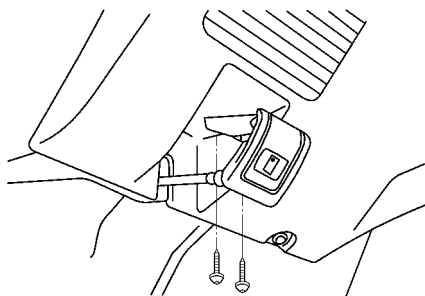

图 17-109 拆下两个螺钉和燃油箱盖开启器
(4) 拆下燃油箱盖开启器。拆下两个螺钉和燃油箱盖开启器，如图 17-109 所示。